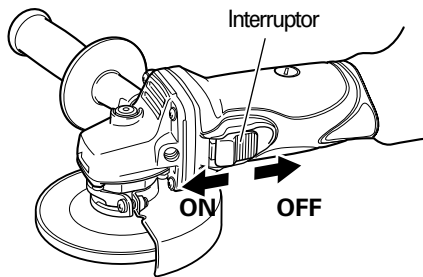

Fig. 6
2. Conecte la alimentación de la amoladora. (Fig. 6)